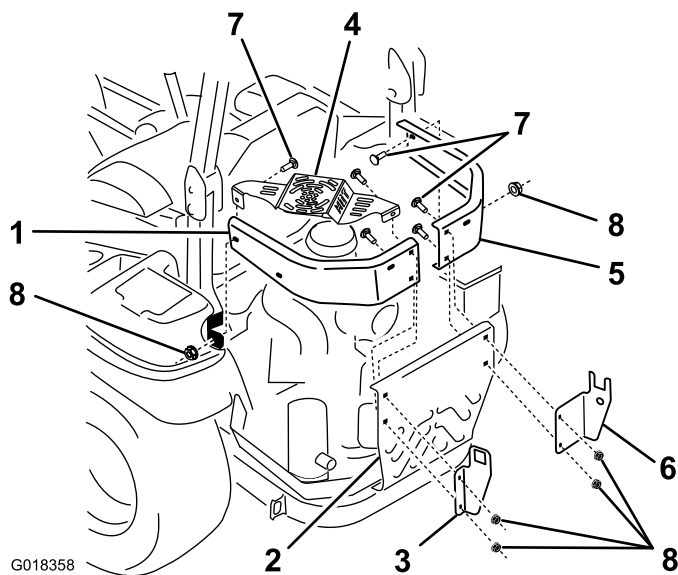

Figura 4
- A. Retire as porcas e os parafusos que fixam o amortecedor do lado esquerdo e a proteção do abafador ao chassis e à proteção do motor central, conforme indicado em Figura 4.
- Alinhe o novo amortecedor do lado esquerdo com o ponto de montagem avançado no chassi e os pontos de montagem do amortecedor com proteção do motor central (<a>).Figura 4
- Alinhe a flange de montagem (a flange com 2 orifícios) do suporte de apoio da estrutura esquerdo para a esquerda, conforme indicado em Figura 4.
- Alinhe os orifícios do suporte de apoio da estrutura esquerdo e os parafusos posteriores do amortecedor do lado esquerdo com os orifícios da proteção do motor central (Figura 4).
- Fixe sem apertar o suporte e o amortecedor à proteção do motor central no orifício inferior com um parafuso de carroçaria (3/8" x 1 1/4") e uma porca flangeada (3/8") (Figura 4).
- Posicione a proteção de calor do abafador com as franges de montagem dentro do amortecedor do lado esquerdo (Figura 4).
- Alinhe os orifícios para o suporte de apoio da estrutura esquerdo, amortecedor do lado esquerdo e a proteção do abafador com o orifício superior na proteção do motor central (Figura 4).
- Fixe sem apertar o suporte, o amortecedor e a proteção do abafador à proteção do motor central no orifício inferior com parafusos de carroçaria (3/8" x 1 1/4") e uma porca flangeada (3/8") (Figura 4).
- Alinhe os orifícios frontais no amortecedor do lado esquerdo e a proteção do abafador com o ponto de montagem avançado no chassi (Figura 4).
- Fixe o amortecedor e a proteção ao ponto de montagem com um parafuso de carroçaria (3/8" x 1 1/4") e uma porca flangeada (3/8") (Figura 4).
- Alinhe o novo amortecedor do lado direito com o ponto de montagem avançado no chassi e os pontos de montagem do amortecedor com a proteção do motor central (Figura 4).
- Alinhe a flange de montagem (a flange com 2 orifícios) do suporte de apoio da estrutura direito para a esquerda, conforme indicado em Figura 4.
- Alinhe os orifícios do suporte de apoio da estrutura direito e os parafusos posteriores do amortecedor do lado direito com a proteção do motor central, posterior (Figura 4).
- Fixe sem apertar o suporte e o amortecedor à proteção do motor central com dois parafusos de carroçaria (3/8" x 1 1/4") e 2 porcas flangeadas (3/8") (Figura 4).
- Alinhe o orifício frontal no novo amortecedor do lado direito com o ponto de montagem avançado no chassi (Figura 4).
- Fixe o amortecedor ao ponto de montagem com um parafuso de carroçaria (3/8" x 1 1/4") e uma porca flangeada (3/8") (Figura 4).